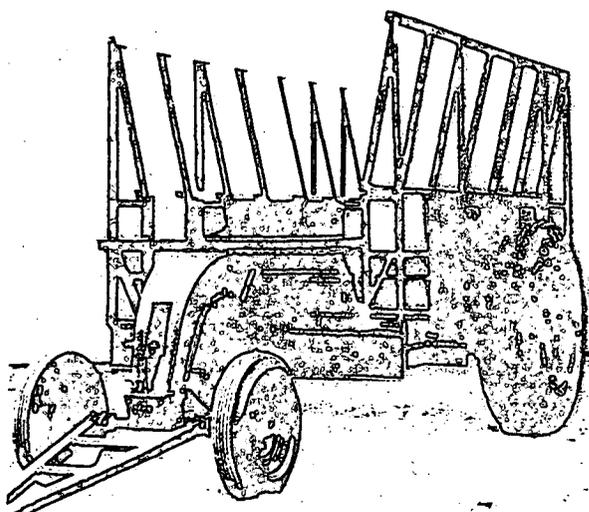

Fig. 3
*De dois eixos.* O eixo traseiro é fixo e o dianteiro é móvel e este permite as mudanças de direção. É fácil de se acoplar a qualquer trator e o peso da carga se distribui sobre o rodado do implemento. Na colheita de cana-de-açúcar se empregam carretas de guardas altas (fig. 3), que são uma variação do tipo anterior.